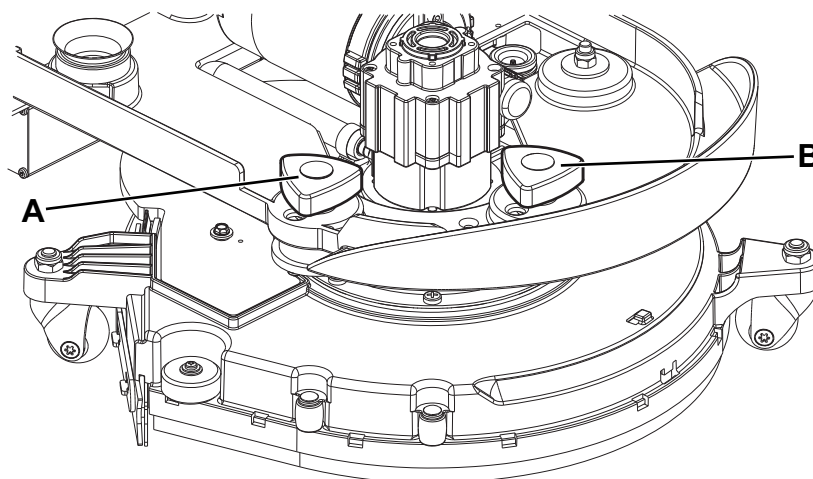

Figure 7
2. Régler la vitesse d'avance de la machine au moyen du bouton (A, Fig. 7) en procédant comme suit :
3. Si l'on relève que la machine a tendance à dévier de la direction d'avance rectilinéaire, il est possible d'agir sur le bouton (B) en le tournant dans le sens des aiguilles d'une montre ou dans le sens contraire pour corriger la déviation et obtenir un mouvement essentiellement neutre.